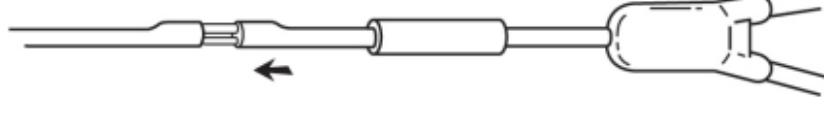

Fig. 4
- Inserire le cannule di metallo piccole nei lumi piccoli dell'estremità del catetere. (Fig. 4)